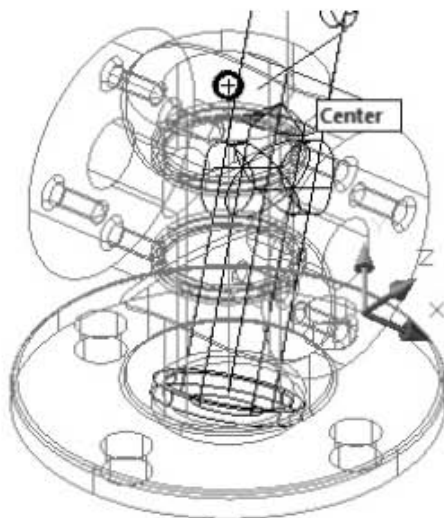

Рис. 12.49. Выбор второй точки на корпусе
9. Укажите вторую точку с привязкой Центр (Center) — центр окружности верхнего основания посадочного отверстия для пробки в корпусе (рис. 12.49):